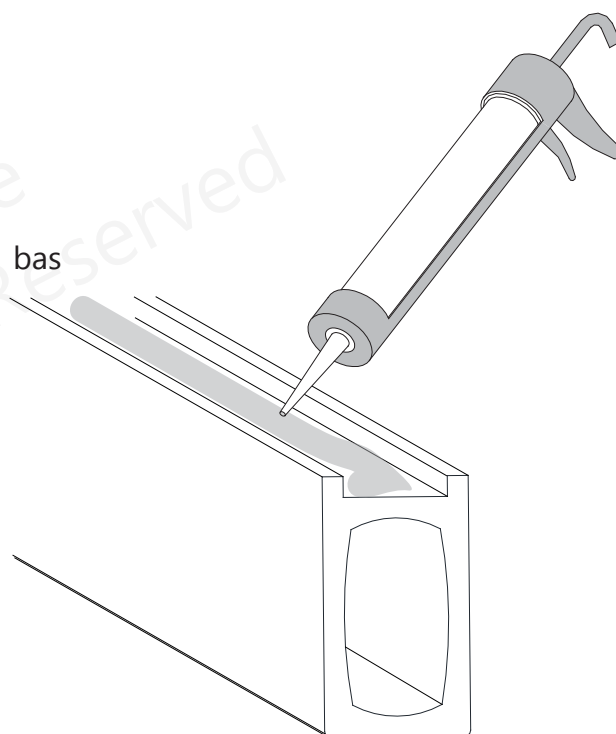

Fig 4
4. Appliquez du silicone dans **la rainure le long de la surface inférieure du rail inférieur (n° 21)**. **(Fig. 4)**